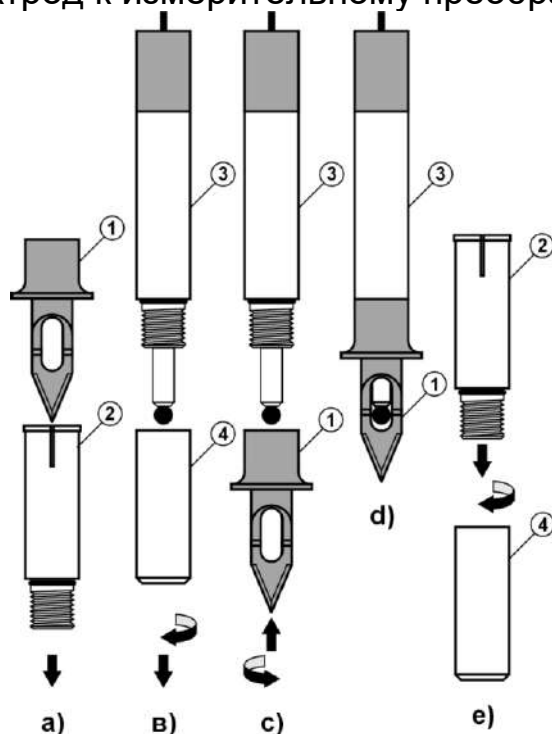

Рис. 1
4.3 На корпусе электрода (поз.3 рис.1) имеется резьба для присоединения ножевого устройства (поз. 1 рис.1) или стаканчика для растворов (поз. 4. рис.1).
4.4 Для предохранения от травм и повреждения имущества при транспортировке и в промежутках между измерениями на ножевое устройство электрода надевается защитный чехол (поз.2 рис.1).
6.2 Отвернуть и снять с электрода стаканчик с кондиционирующим раствором (поз.4 рис.1в). Для предотвращения выливания раствора из стаканчика электрод следует держать вертикально.
6.3 Снять с ножевого устройства защитный чехол (рис. 1а).
6.4 Закрыть стаканчик с кондиционирующим раствором (поз.4 рис.1е), ввинтив в него защитный чехол (поз.2 рис.1е).
6.10 По окончании работы устройство следует разобрать в порядке обратном описанному (рис.1). В стаканчик (поз.4 рис.1в) должен быть залит раствор для кондиционирования (3М KCl).
- в качестве емкости для буферных растворов может применяться стаканчик (поз.4 рис.1). При смене растворов его следует тщательно промывать дистиллированной водой и осушать фильтровальной бумагой;
8.5 Для предохранения от травм и повреждения имущества при транспортировке и в промежутках между измерениями на ножевое устройство электрода следует надевать защитный чехол (поз.2 рис.1).